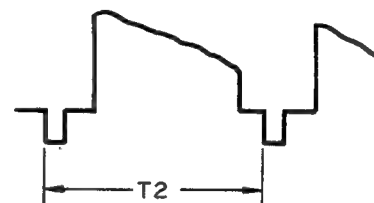

Abb. 8-20
2. TP5 mit dem Oszilloskop (Selbsttriggierung) beobachten und R737 so einstellen, daß, wie aus Abb. 8-20 ersichtlich, $T_2 = 64 \pm 3$ ms erhalten wird.
2. TP5 mit dem Oszilloskop (Selbsttriggierung) beobachten und R736 so einstellen, daß, wie aus Abb. 8-20 ersichtlich, $T = 64 \pm 3$ ms erhalten wird.